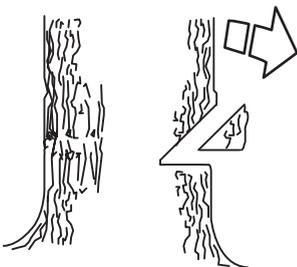

Рисунок 13 — Нижний пропил
• Затем сделайте нижний подпил (см. рис. 13) и убедитесь, что он точно совпадает с нижней частью верхнего пропила. Глубина направляющей зарубки должна составлять 1/4 диаметра ствола, а угол должен быть примерно 45 градусов.